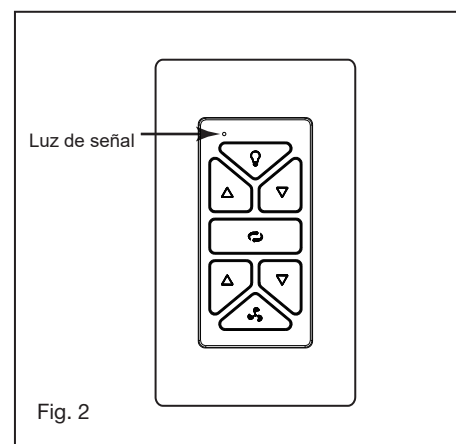

Fig. 2
- 2 Mientras sostiene el conjunto de LED debajo de su ventilador, haga las conexiones de enchufe polarizado: (Fig.2)
- 6 Luz de señal (Fig.2)